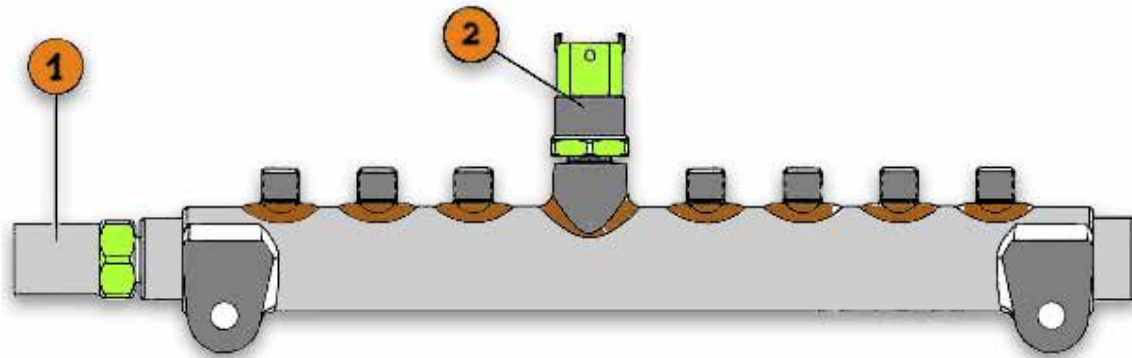

Рис. 4.18. Рампа високого тиску: 1 - клапан обмеження тиску; 2 - датчик магістрального тиску
Паливопровід високого тиску являє собою трубу, виготовлену з кованої сталі. Залежно від двигуна він має різні діаметри і довжини. Для запобігання коливанням тиску, намагаються збільшити розміри. Проте для швидкого запуску двигуна все ж більш сприятливим є невеликий обсяг. Тому необхідно здійснювати по можливості точний розрахунок обсягу для відповідного двигуна. На паливопроводі високого тиску (рис. 4.18) також встановлено клапан обмеження тиску (1) і датчик магістрального тиску (2).